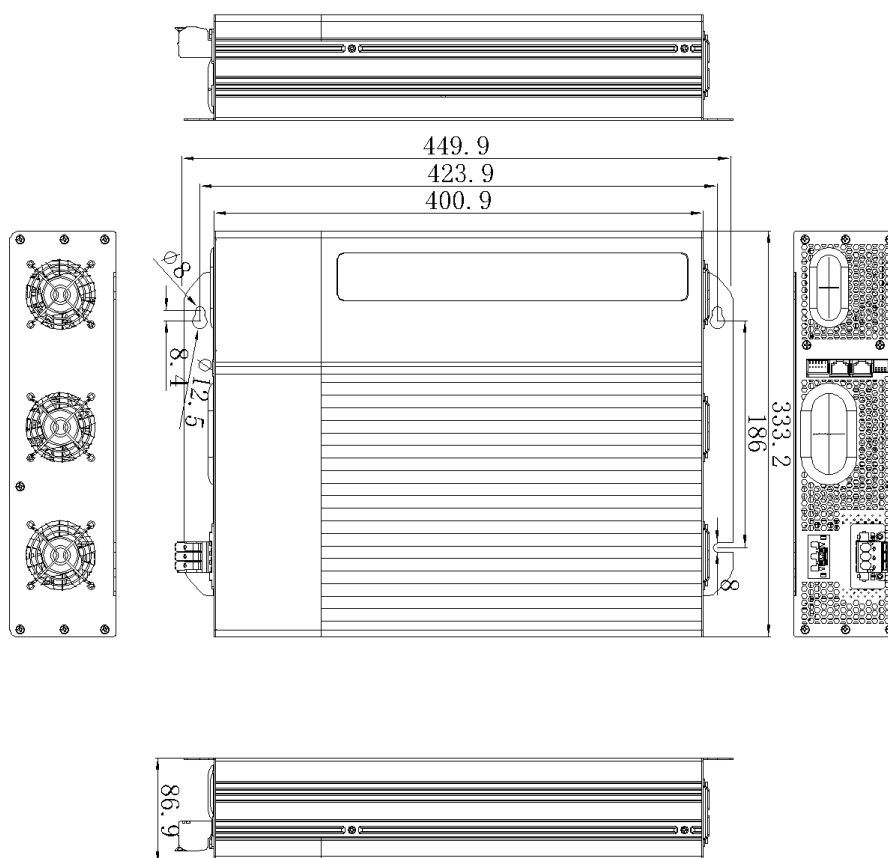
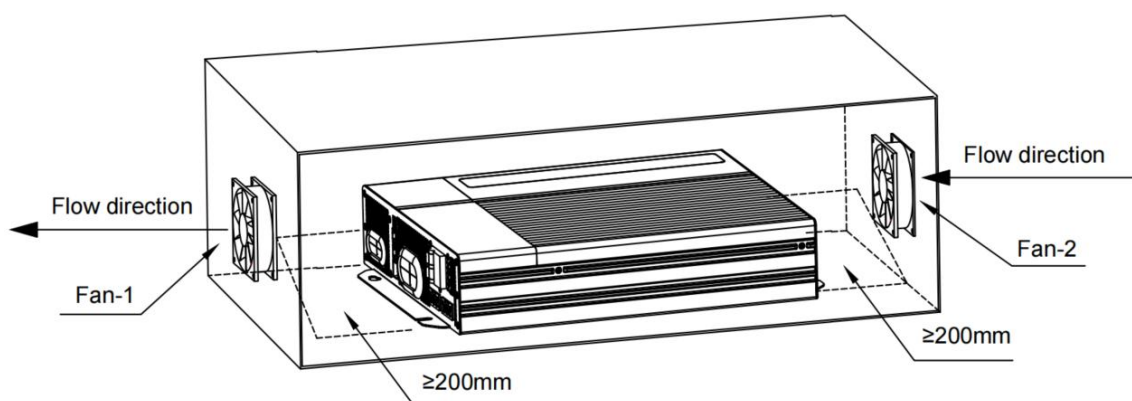

Abbildung 2-5: Abmessungen des PG3.0L
Abbildung 3-1: Platzanforderungen für die Installation des PG3.0L
- Der PG-Wechselrichter verwendet eine Zwangsluftkühlung zur Wärmeableitung. Um eine effiziente Kühlung zu gewährleisten, ist ausreichend Verkabelungsfreiraum erforderlich. Zudem wird empfohlen, in der Einbauregion eine ausreichende Anzahl an Belüftungsöffnungen vorzusehen, um eine Luftzirkulation sicherzustellen. Bitte bestimmen Sie die Einbaulage und Position der Befestigungslöcher anhand von Abbildung 2-5. Lassen Sie mindestens 200 mm Freiraum vorne und hinten sowie 50 mm seitlich, um eine gute Wärmeabfuhr zu gewährleisten (siehe Abbildung 3-1).